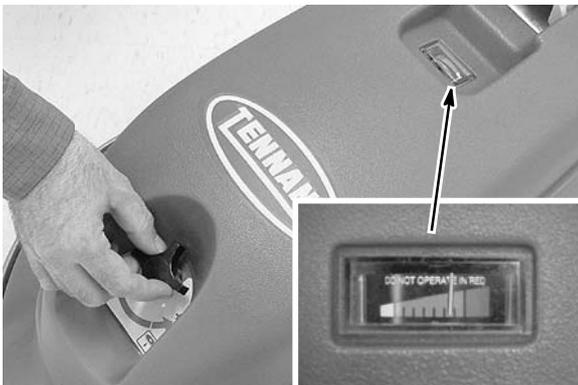

РИС. 8
- Для регулировки давления прокладки поворачивайте регулировочную головку против часовой стрелки, если хотите увеличить давление, и по часовой стрелке, если хотите его уменьшить (Рисунок 8).